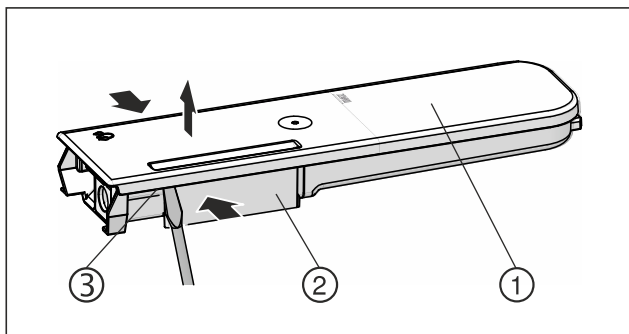

Fig. 153
- Ścisnąć zbiornik wody Fig. 153 (2), a pokrywę Fig. 153 (1) podnieść ostrożnie nad uchwyty zatrzaśkowe Fig. 153 (3) i pociągnąć w górę.
- Pokrywę przestawić delikatnie w przód i w tył Fig. 153 (1) i pociągnąć w górę.